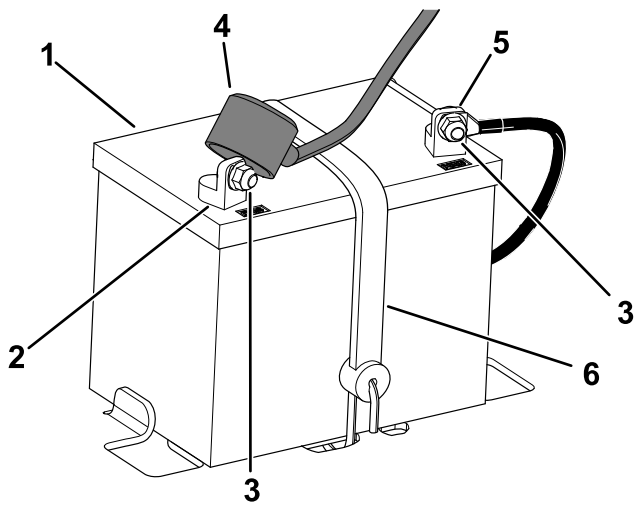

Figura 41
3. Staccate il cavo negativo (nero) di terra dal polo della batteria (Figura 41).
5. Staccate il cavo positivo (rosso) dal polo della batteria (Figura 41).
6. Rimuovete il dispositivo di fissaggio della batteria (Figura 41) e sollevatela dal vassoio.
1. Collocate la batteria nel vassoio (Figura 41).
5. Fissate la batteria con il dispositivo di fissaggio (Figura 41).